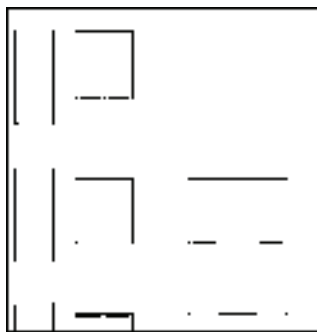

图 14-135 删除结果
10) 调用“删除”命令，删除多余图形，结果如图 14-135 所示。